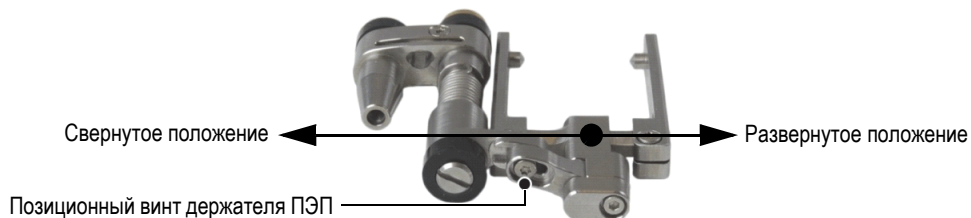

Рис. 2-23 Держатель ПЭП в развернутом положении
- 9. Настройте держатель ПЭП (см. Рис. 2-23 на стр. 51):